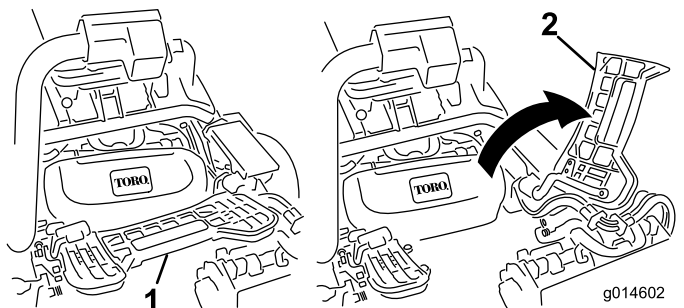

Figure 53
2. Relevez le repose-pieds pour accéder à la position de l'unité de coupe centrale (Figure 53).